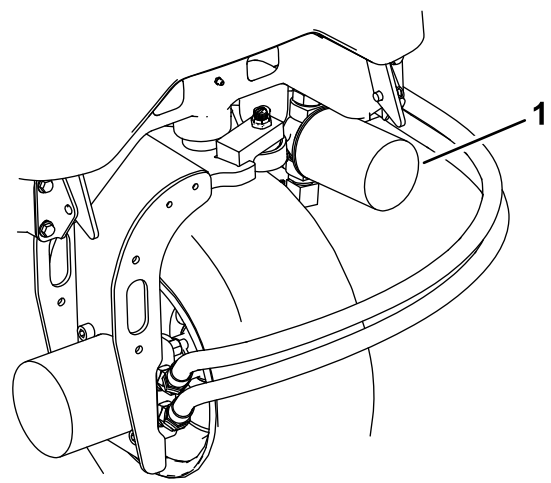
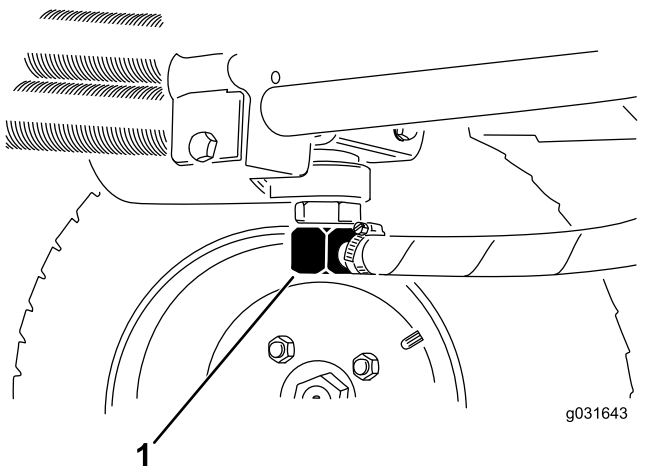

Figure 60
Figure 61
3. Nettoyez la surface autour de la zone de montage du filtre et déposez le filtre (Figure 60).
2. Débranchez la conduite hydraulique ou enlevez le filtre hydraulique et laissez couler l'huile dans un bac de vidange (Figure 60 et Figure 61).
3. Rebranchez la conduite hydraulique quand la vidange est terminée (Figure 61).